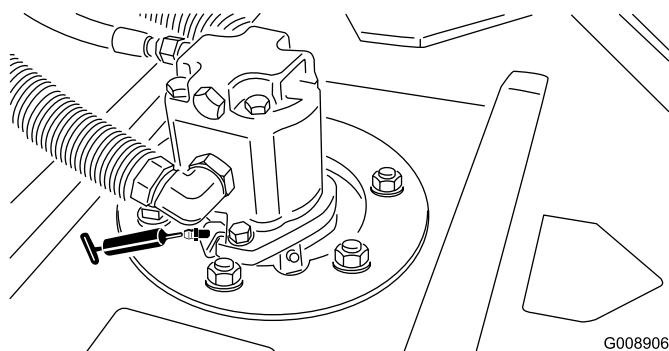

Figura 40
- Bielas do eixo da unidade de corte (1 por unidade de corte) (Figura 40)